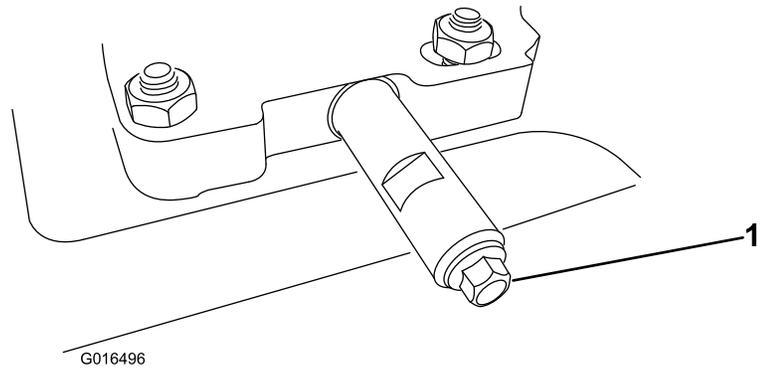

Bild 50
1. Reinigen Sie den Bereich um die Ölablassschraube (Bild 50).